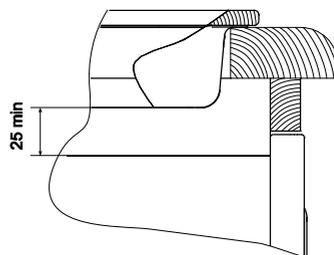

рис. 3
■ При совместной установке варочной панели и жарочного электрошкафа необходимо учитывать выступание корпуса варочной панели из нижней части столешницы и верхней части корпуса жарочного электрошкафа. Соприкасание не допускается. Рекомендуемый воздушный зазор не менее 25мм. (см. рис. 3)